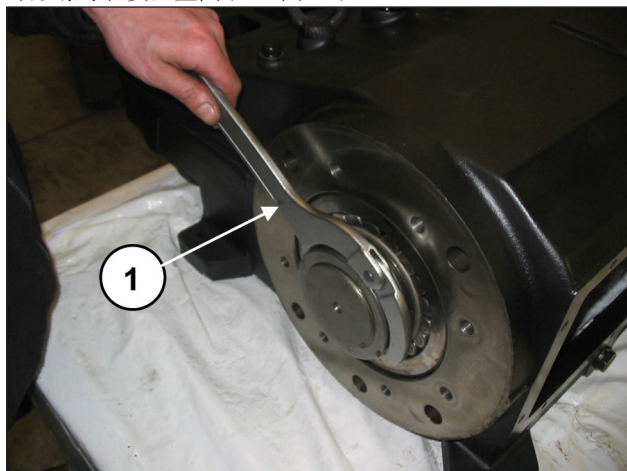
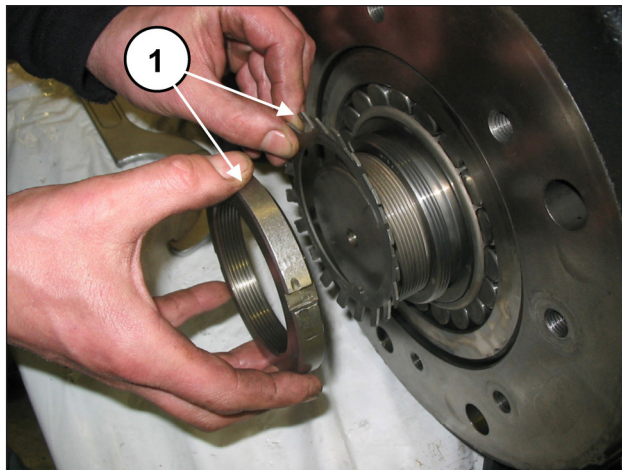

图 18
图 19
使用专用扳手，拧松锁定环形螺母(①, 图 18)，然后拆除环形螺母和安全垫圈(①, 图 19)。